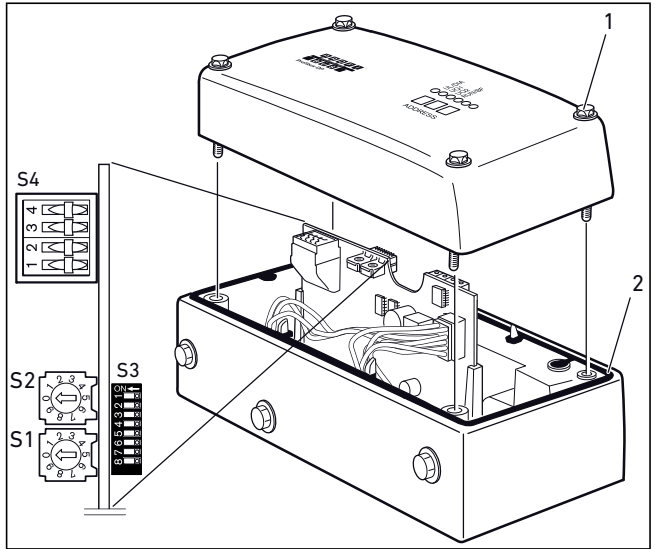

Fig. 4: Retirar/atornillar la cubierta del acoplador de bus
1. Retire la cubierta del acoplador de bus soltando los cuatro tornillos (1).
3. Vuelva a atornillar la cubierta con precaución tal y como se indica abajo en la fig. 4. Asegúrese de que la junta está colocada correctamente (2). Apriete los tornillos (1) con un par de giro de 1,0 a 1,2 Nm.